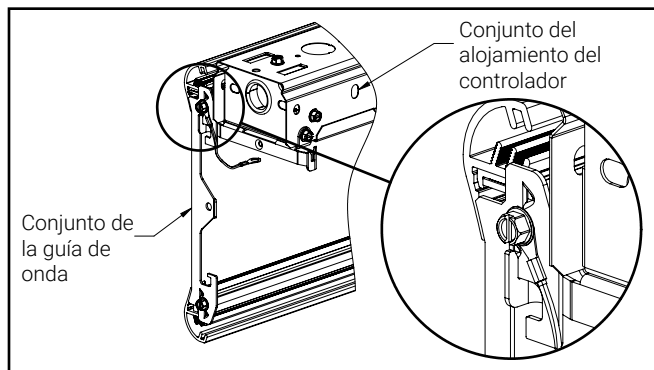

Figura 3.2
C. Coloque el soporte del conjunto de la guía de ondas dentro de la ranura del soporte de la bisagra del canal. (Figura 3.2)